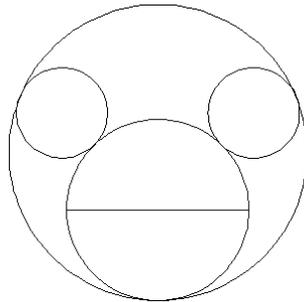

图 2-25 哈哈猪的上下颌分界线
(4) 绘制哈哈猪的上下颌分界线。单击“默认”选项卡“绘图”面板中的“直线”按钮, 以嘴巴的两个象限点为端点绘制直线, 结果如图 2-25 所示。